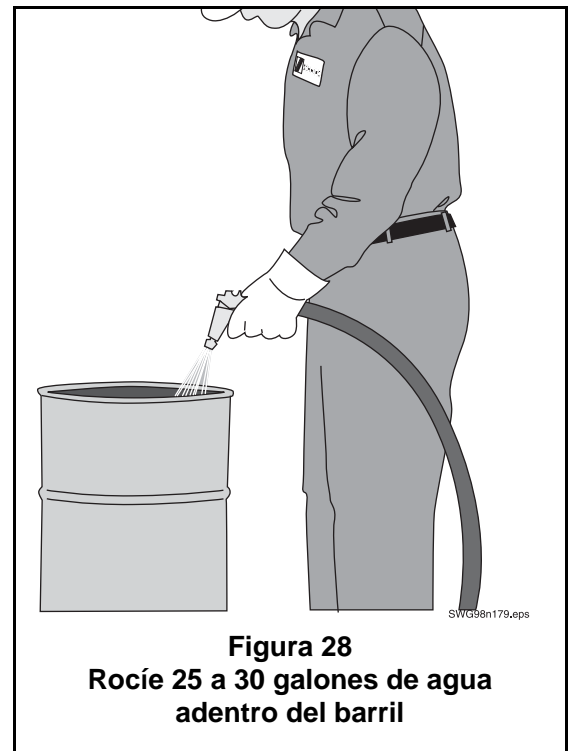

Figura 28
- Si va a usar cemento portland y agua para hacer su lechada lubricante, prepárese ahora (Figura 28). Coloque el barril, la pala y la bolsa de cemento portland en el suelo atrás de la tolva. Llene el barril con aproximadamente 25 a 30 galones de agua. (Por